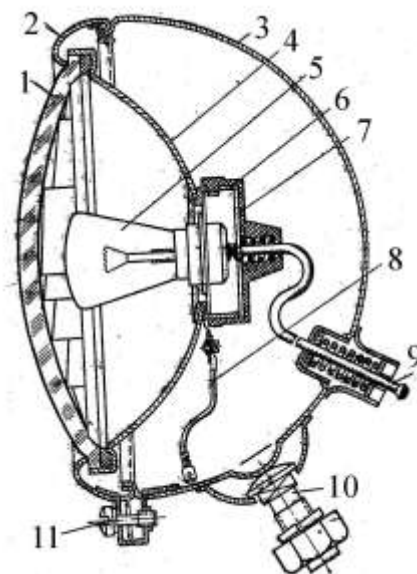

Рис. 2
2. Частково розберіть фару. Користуючись рис.2, розгляньте будову фари : 1-скло (розсіювач світла), 2-обідок, 3-корпус, 4-рефлектор (відбивач світла), 5-лампа, 6-патрон, 7-контактна колодка, 8-провід приєднання до маси, 9-струмопідвідний провід, 10-болт кріплення фари, 11-гвинт кріплення обідка.